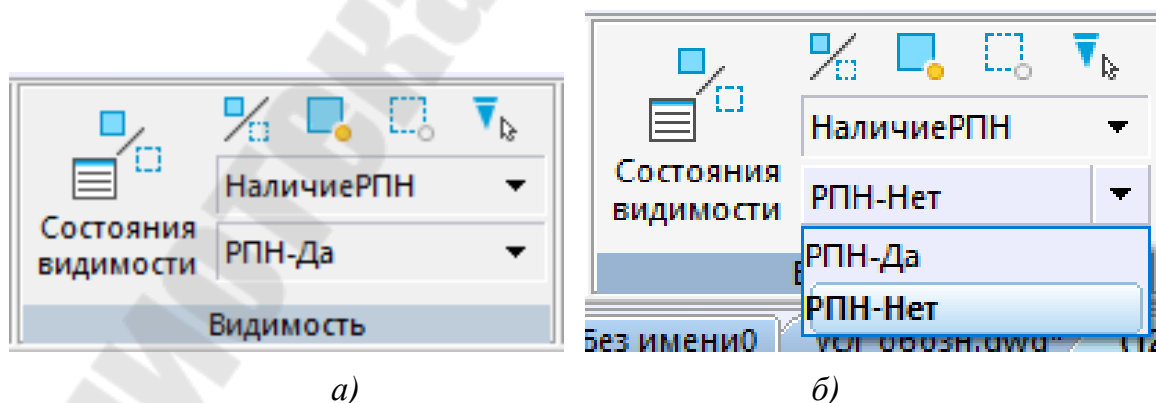

Рис. 3.253 Параметр и состояние видимости: а – состояние видимости в начальном значении; б – изменение значения состояния видимости
7. Выставляем значения параметра и его состояние видимости, для которого будет задана видимость объектов блока (рисунок 3.253):
9. В списке состояний указываем другое именованное состояние видимости текущего параметра **РПН-Нет** (рисунок 3.253, б).